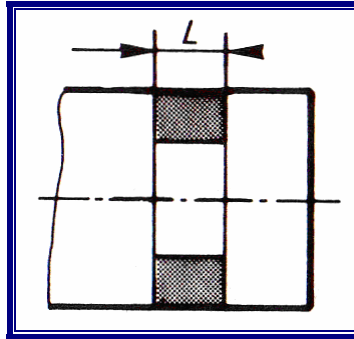

Figure 4
**2. Gorge de largeur  $L$  supérieure à  $l$  (fig. 4)**